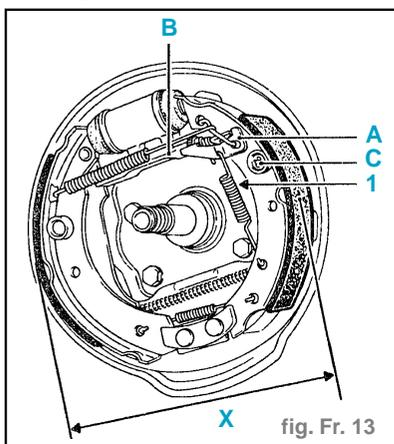

fig. Fr. 13
- la biellette d'appui réglable (**B**), (fig. Fr. 13)